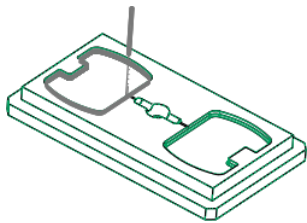

图 10.4.72 刀具的行走路线
Step2. 单击“播放路径”对话框中的按钮，观测刀具的行走路线，结果如图 10.4.72 所示；